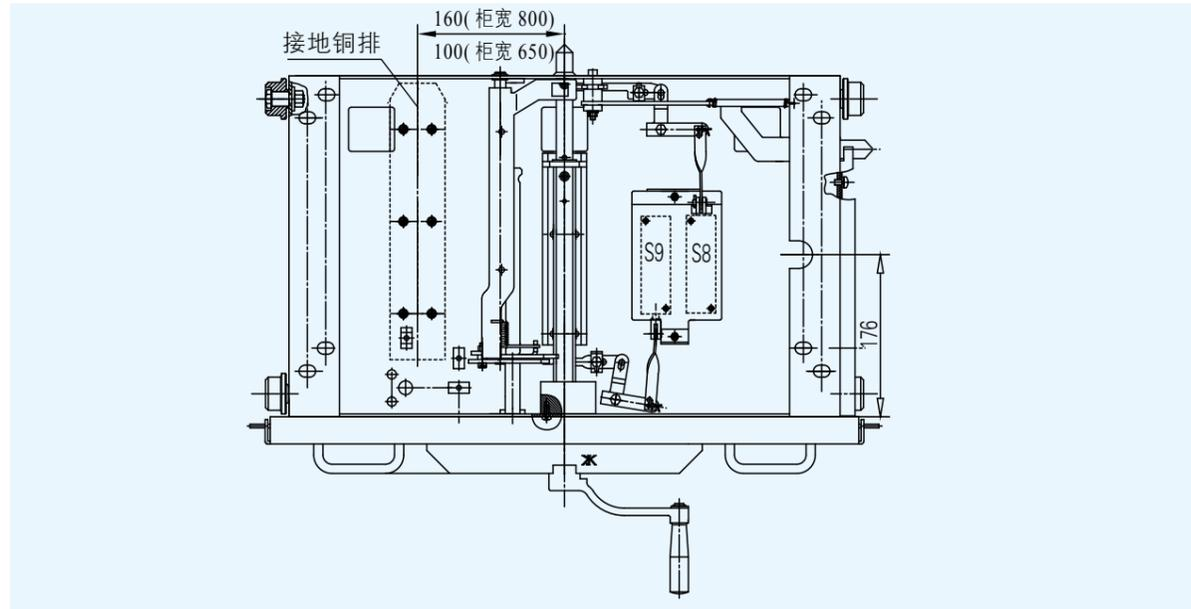
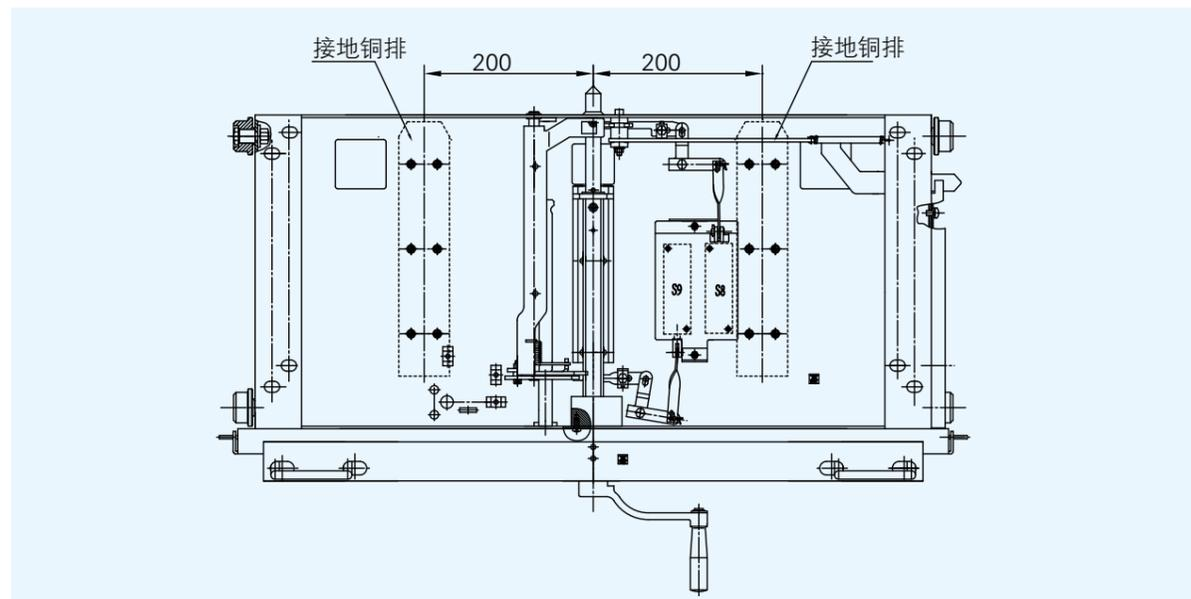

图 1-6 DPC-4-650/800 接地铜排位置尺寸图
图 1-7 DPC-4-1000 接地铜排位置尺寸图
- 注① 如有主轴联锁，无特殊要求，如图所示主轴右伸 30mm，左侧或右侧由用户选择，主轴伸出长度也可由用户指定；
- 底盘车接地方式采用铜排接地，具体接地位置尺寸见图 1-6、图 1-7。